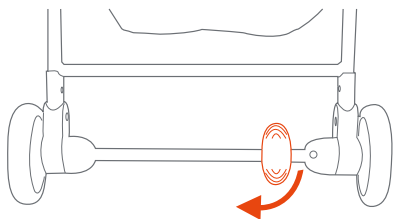

Fig. 8
8) Para colocar os travões, pressione delicadamente para baixo a alavanca de travões localizada na roda traseira, para fazê-la rodar. Talvez seja necessário mover o carrinho do bebé um pouco para a frente ou para trás, para que os dentes dos travões encaixem-se adequadamente no travão de cada roda (Fig. 8). NOTA: Verifique se os travões estão firmes, ao tentar mover o carrinho do bebé para a frente. O carrinho não se moverá se os travões estiverem bem colocados.